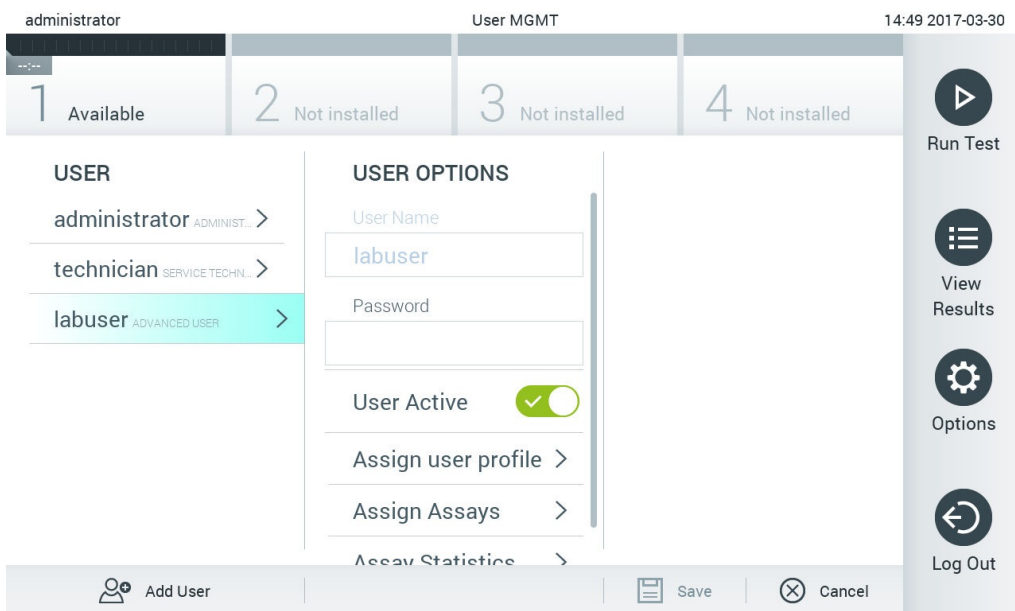

図 59. ユーザーの選択と管理。
2. コンテンツエリアの左列のリストから、管理するユーザーを選択します（図 59）。